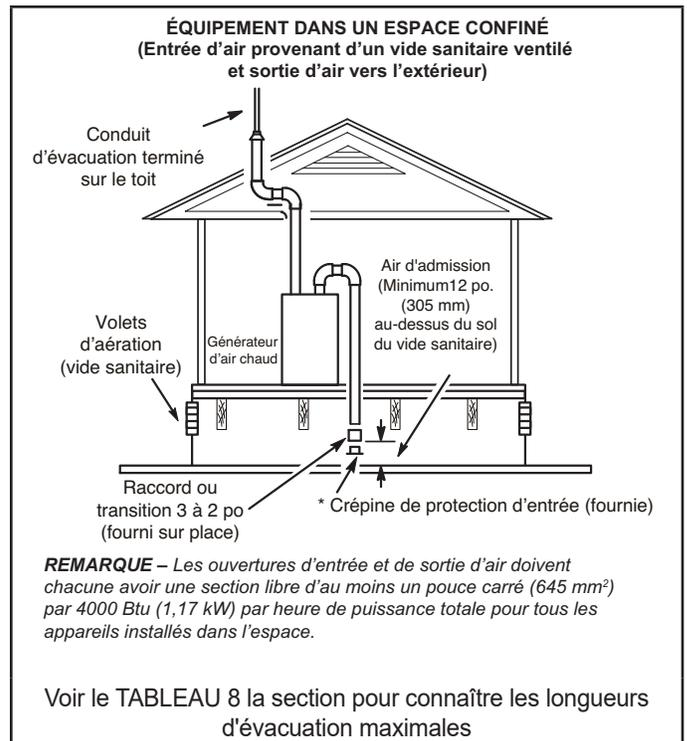

FIGURE 31
- 2 - Si l'air d'admission est aspiré d'un vide sanitaire ventilé (FIGURE 31) ou d'un grenier ventilé (FIGURE 32), la longueur de l'évacuation ne doit pas dépasser celle indiquée au Tableau 9. Si un tuyau de 3 po de diamètre est utilisé, le réduire à 2 po de diamètre pour pouvoir installer la crépine anti-résidus.